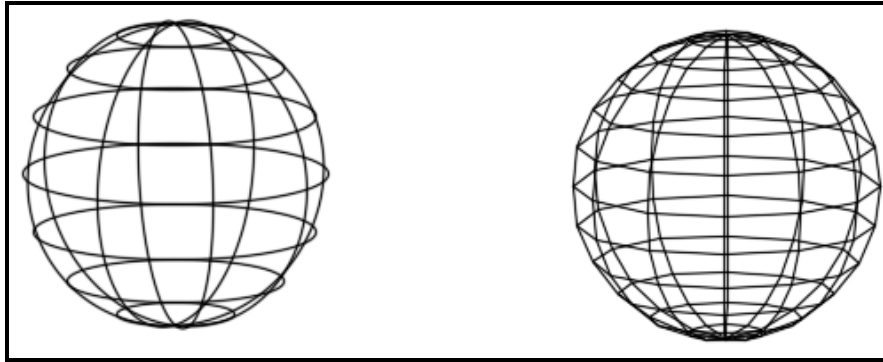

Рисунок 3.101 – Вигляд сфери. Тіло – зліва, мережа – справа
- далі необхідно вказати радіус або вибрати параметр **Діаметр (Diameter)**, щоб задати діаметр сфери (рис. 3.101).